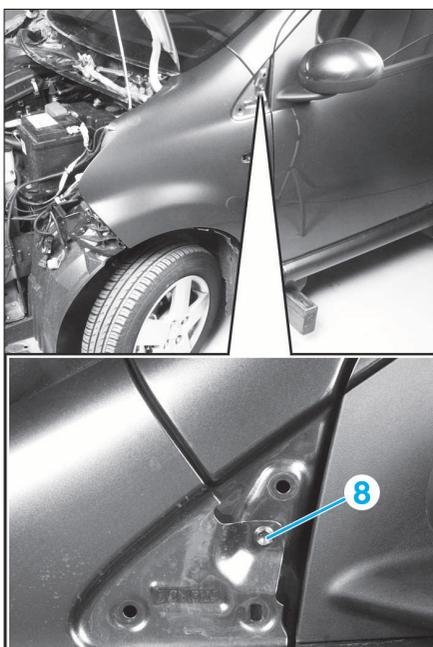

FIG. 19
- Déposer la vis de fixation (8) (Fig.19).